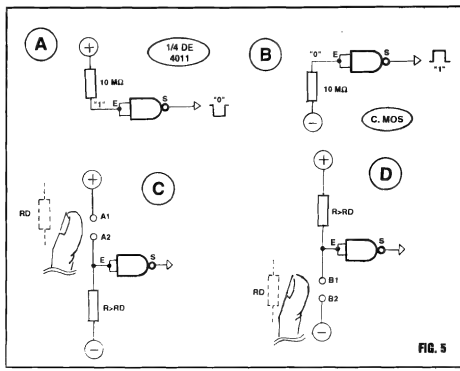

FIG. 5
- **FIG. 5 - MAIS DADOS PRÁTICOS SOBRE OS VERSÁTEIS C.MOS.** Um ponto que nunca deve ser esquecido (por isso mesmo repetimos tanto tal conceito...) é o que refere à super-elevada impedância de Entrada dos C.MOS, com o que a necessidade de Corrente para que elas "interpretem" corretamente os níveis ou "estados" digitais a elas aplicados, torna-se extremamente baixa... Como exemplo prático, observem o diagrama **A** da figura, onde juntamos as duas Entradas de um **gate NAND** (1/4 de 4011...) de modo a formar um bloco **simples inversor** (veja a "Aula" passada, se já tiverem "esquecido"...). A Entrada **E** "verá" um nível "1" ou "alto", mesmo estando ligada ao **positivo** da alimentação através de um resistor de valor **bastante** elevado (no caso, 10M...). Mesmo a diminuta Corrente que "consegue atravessar" o resistor de 10M, no exemplo, é suficiente para determinar o desejado nível "alto" na referida Entrada, obtendo-se assim (pela ação **inversora** do bloco...) um nível "baixo" (ou "0")... na respectiva Saída... No item **B** da figura, temos um exemplo inverso, com a Entrada do **gate** perfeitamente "aceitando" um consistente nível "baixo", mesmo estando ligada à linha do **negativo** da alimentação via resistor de elevados 10 milhões de ohms... Na verdade, os requisitos de Corrente nas Entradas são tão "próximos de nada", que mesmo "enfilarando-se" - por exemplo - 10 resistores de 10M cada (maior valor comercial facilmente "encontrável"...), perfazendo um "baita" resistor de 100M, e ligando o esse super-valor resistivo conforme exemplificam os diagramas **A** ou **B** da figura, teríamos **rigorosamente** o mesmo comportamento e "aceitação" dos níveis digitais...! É justamente graças a essa extrema sensibilidade de Entrada, que os **gates C.MOS** são facilmente utilizáveis para aplicações de sensoramento direto do **toque de um dedo** para comandos diversos...! Observem os dois diagramas, nos itens **C** e **D** da figura... Novamente exemplificando a "coisa" com um **simples inversor** "feito" pela unificação das duas Entradas de um **gate NAND** (1/4 de 4011...), notem que bastará "encostar" um dedo nos contatos